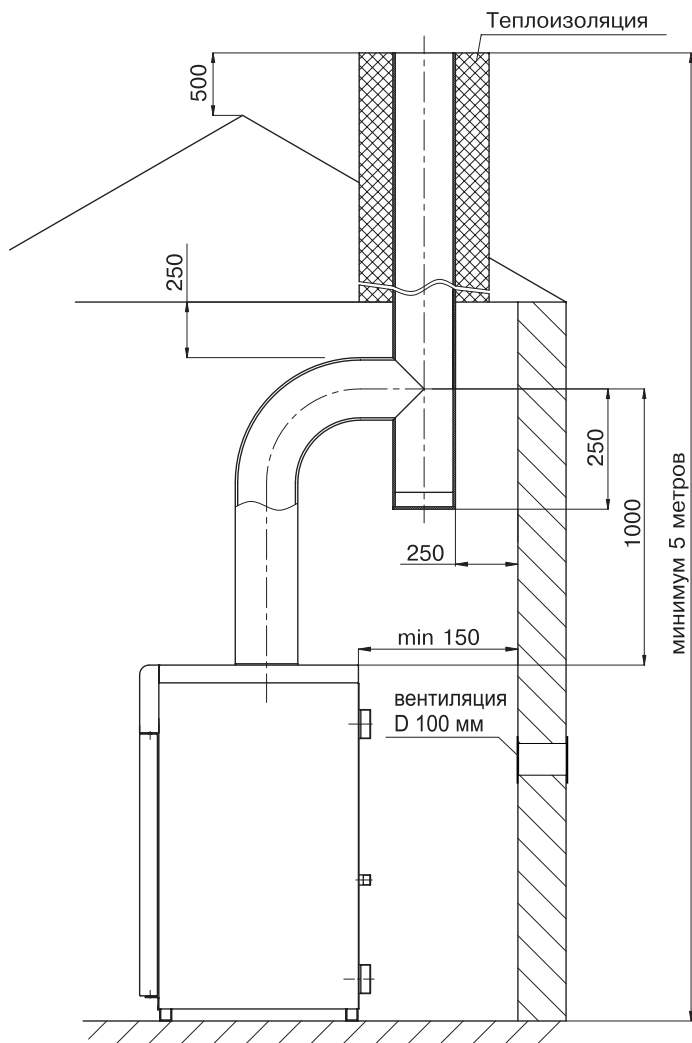

Рис. 4.
- 6.10. Устройство дымоход , к которому подклю ется котел, должно соответствов ть СП42-101-2003 «Общие положения по проектиров нию и строительству г зор спределительных систем» (см. рис. 4).